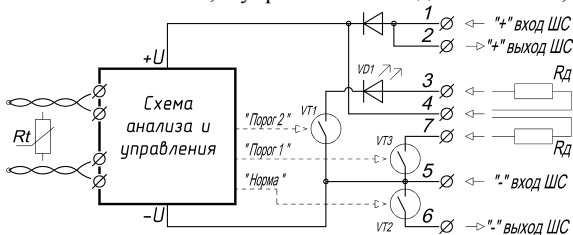

Рис. 4.1
4.7 Схема выходного каскада модулей «МИП-М(-Ех)» приведена на рис. 4.1.